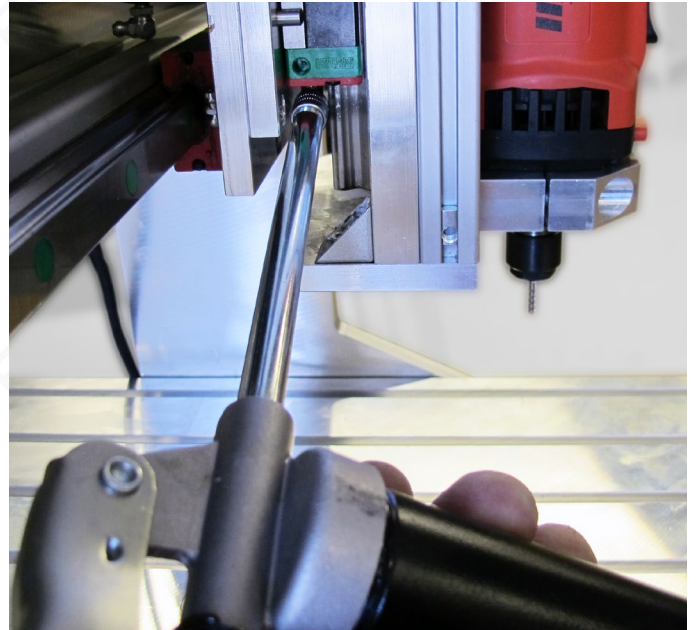

Bild 48: Abschmieren Führungswagen Z-Achse
- Nehmen Sie die Abschmierung des unteren Führungswagens vor, wie in Bild 48 gezeigt.